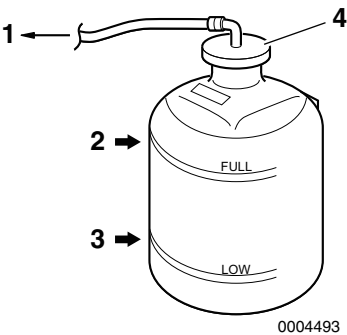

Figura 12
6. Compruebe el nivel de refrigerante en la reserva. El nivel debe encontrarse en la marca FULL (**Figura 12, (2)**).
- 7. Retire la tapa de la reserva (**Figura 12, (4)**) para añadir refrigerante si es necesario. No añada agua.
9. Compruebe el manguera de goma **(Figura 12, (1))** que conecta la reserva con el tanque de refrigerante / intercambiador de calor. Cámbielo si está dañado.